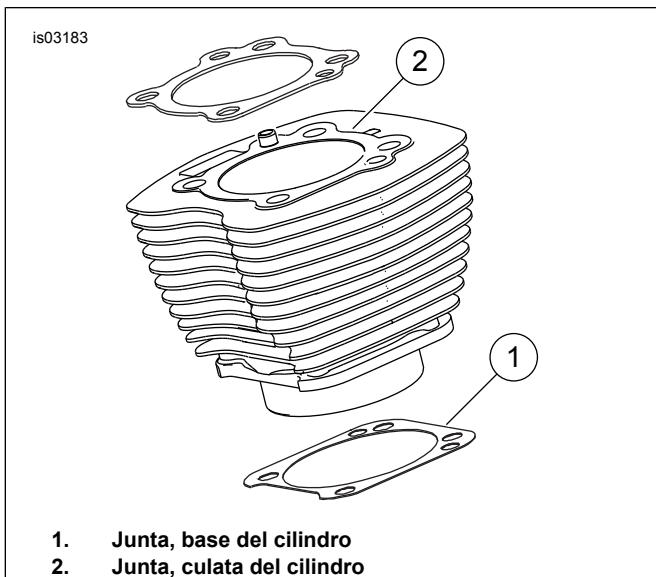

Figura 1. Juntas de los cilindros
Figura 1. La junta de la base del cilindro (1) de 4,060 pulg. (103,1 mm) y la junta de la culata del cilindro (2) eliminan la necesidad de o-rings. No utilice o-rings en los pasadores de localización del cilindro ni en las lumbreras del cilindro.